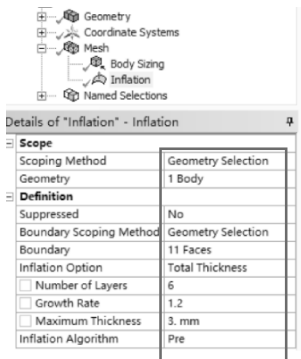

图 11-39 边界层表面选择与设置
(1) 在导航树里单击【Mesh】→【Details of “Mesh”】→【Defaults】→【Physics Preference】= CFD, 【Solver Preference】= CFX; 【Sizing】→【Size Function】= Adaptive, 【Relevance Center】= Fine, 其他默认。
(2) 在标准工具栏中单击 ，选择几何模型，然后在导航树上右键单击【Mesh】，从弹出的菜单中选择【Insert】→【Sizing】→【Details of “Body Sizing”】-Sizing】→【Definition】→【Element Size】= 3mm, 其他默认。
(3) 在标准工具栏中单击 ，选择几何模型，然后在导航树上右键单击【Mesh】，从弹出的菜单中选择【Insert】→【Inflation】→【Details of “Inflation”】-Inflation】→【Definition】→【Boundary】选择几何模型的 HUB、BLADE、SHROUD 和 STATIONARY 表面 (参考 Named Selections), 共 11 个面; 【Inflation Option】= Total Thickness, 【Number of Layers】= 6, 【Growth Rate】= 1.2, 【Maximum Thickness】= 3mm, 其他默认, 如图 11-39 所示。